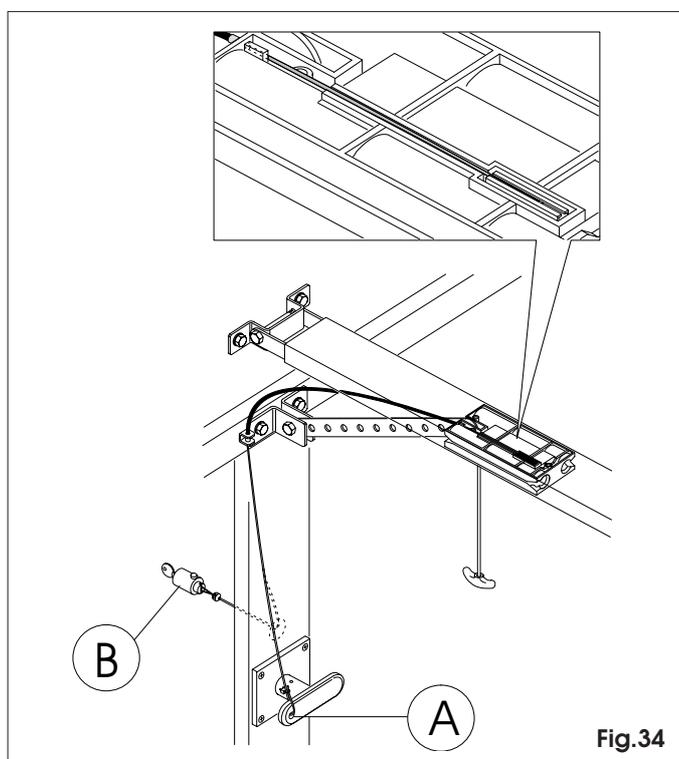

Fig.34
- à poignée (fig.34 réf. A)
- à clé (fig.34 réf.B).